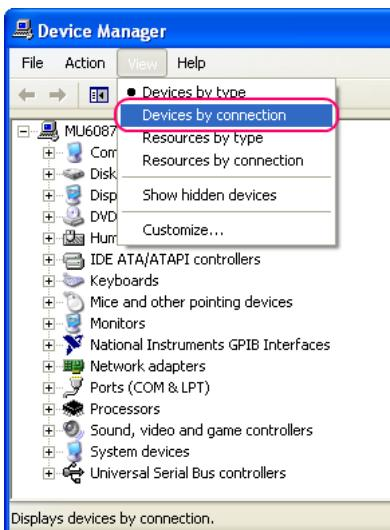

Bild 1-9 Umstellen der Darstellung im Device Manager
2. Starten Sie den Device Manager und stellen Sie die Darstellung um, indem Sie **View - Devices by connection** wählen (Bild 1-9).